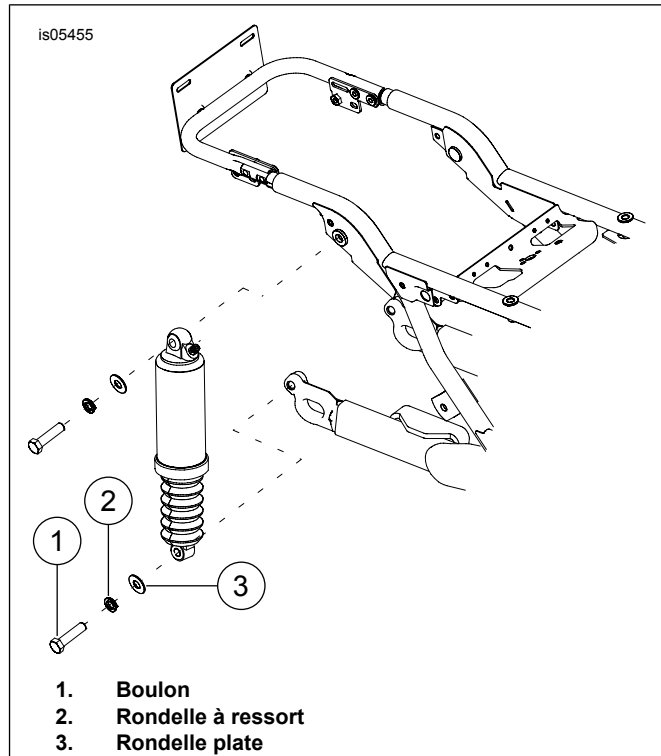

Figure 3. Dépose de l'amortisseur arrière
8. Voir Figure 3. Retirer les boulons de montage inférieurs (1), les rondelles à ressort (2) et les rondelles plates (3) des amortisseurs.